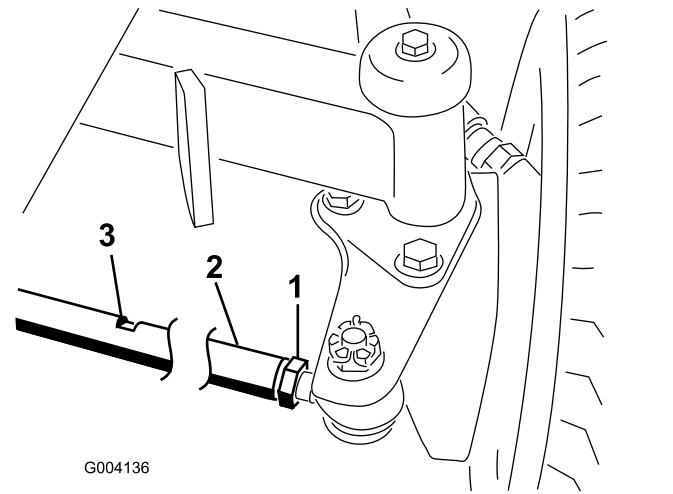

Figura 134
1. Desaperte a porca de bloqueio em cada extremidade da barra de direção (Figura 134).